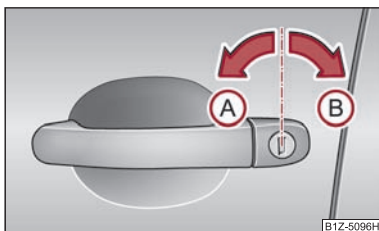

Fig. 24 Giros de llave para desbloquear y bloquear
- Gire la llave en el bombín de cierre de la puerta del conductor en dirección de marcha (posición de desbloqueo) (A) ⇒ fig. 24.
- Gire la llave en el bombín de cierre de la puerta del conductor en dirección contraria a la marcha (posición de bloqueo) (B) ⇒ fig. 24.